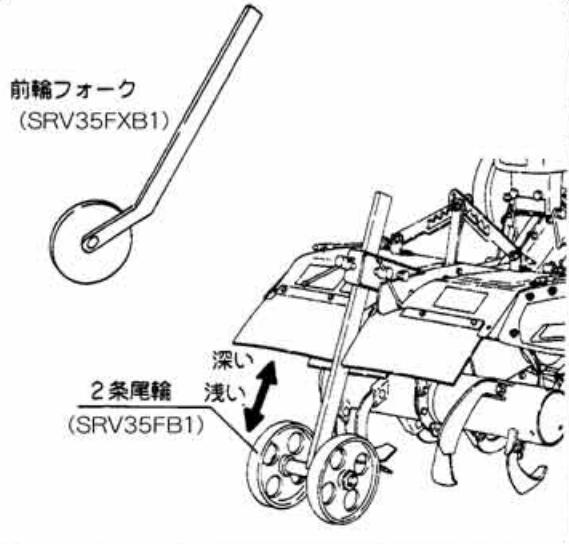

図25
①前輪を上下することにより作業深さを変えることができます。（図25）